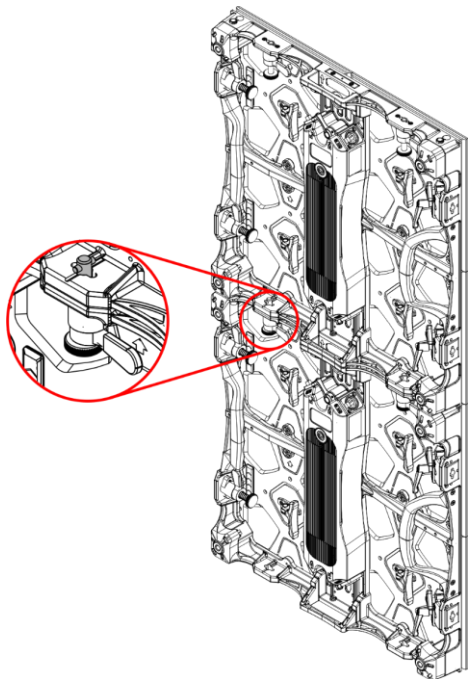

Fig. 42
- 04) Asegúrese de que los **pernos (C)** del **mecanismo de bloqueo izquierdo (06)** estén firmemente sujetos en la **abertura del cierre rápido (11)** de la parte inferior del dispositivo como se muestra en la Fig. 42.